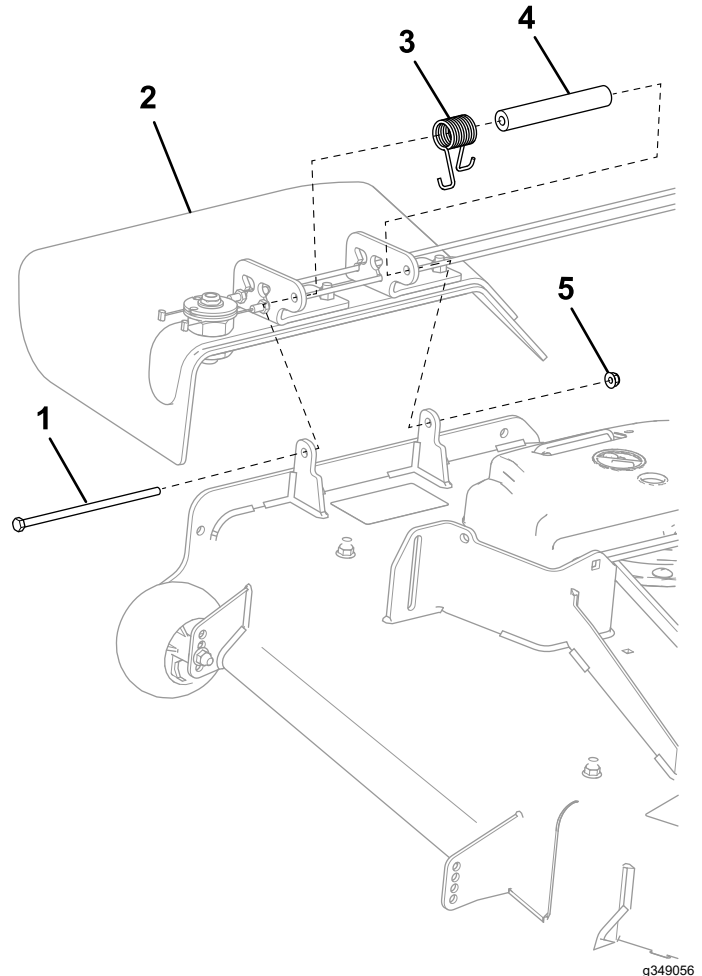

Bild 7
1. Setzen Sie das neue Distanzstück und die Feder auf den Auswurfkanal (Bild 7).
2. Befestigen Sie die Sechskantschraube (5/16" x 7 1/2") und Sicherungsmutter (5/16"), wie in Bild 7 dargestellt.